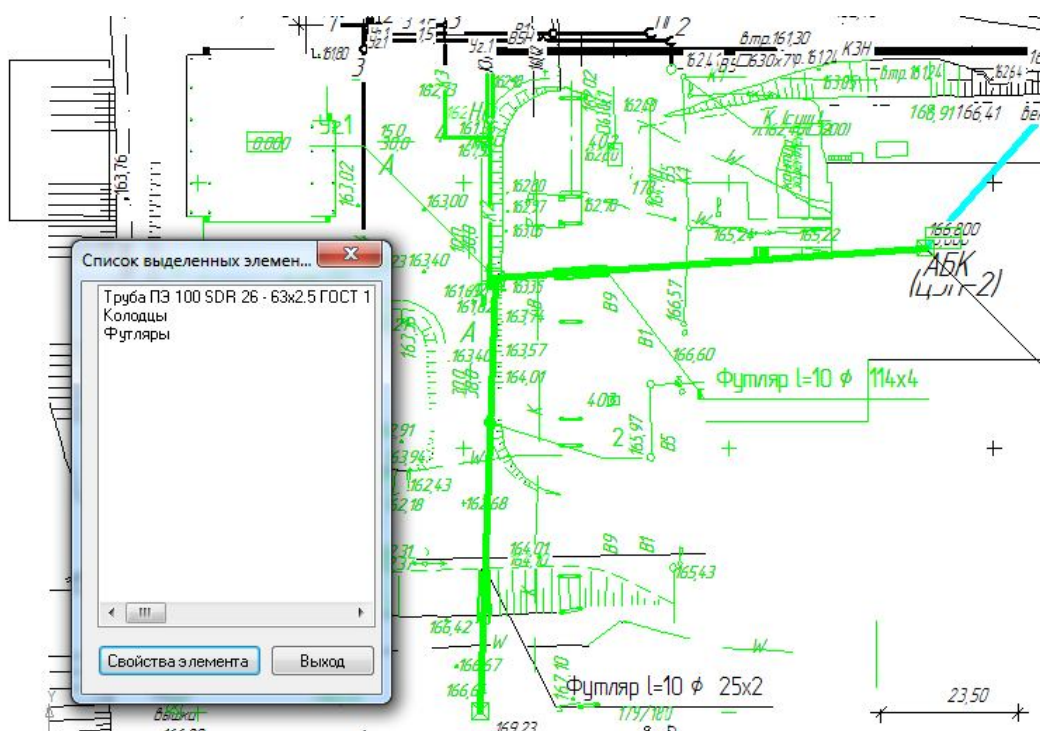

Рис.36
- 1) Если перед входом в данный режим средствами Компас была выделена группа объектов топоплана, и среди них есть элементы или точки сетей трубопровода, то программа сгруппирует эти элементы по типам и выведет на экран диалоговое окно со списком выделенных типов элементов (рис. 36).